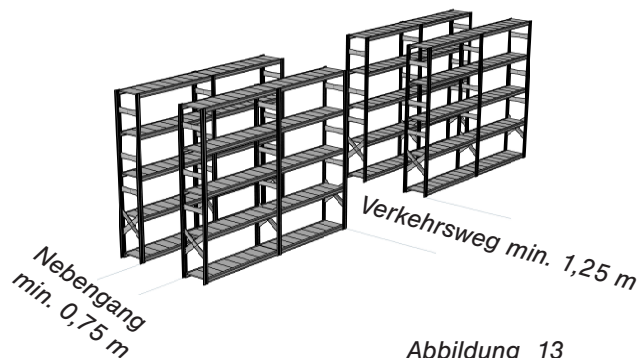

Abbildung 13
e) Bei der Aufstellung der Regale sind die Mindestgangbreiten zu beachten. Verkehrswege mindestens 1,25 m, Nebengänge mindestens 0,75 m (Abb. 13).